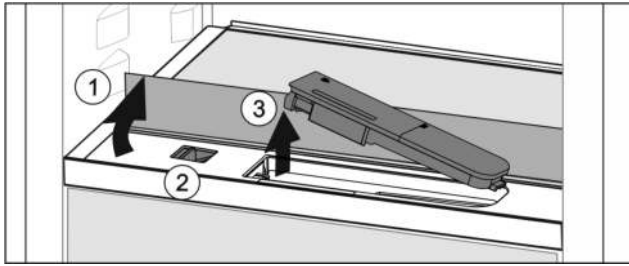

Fig. 41
- Glasplatte anheben und bis zum Anschlag nach hinten klappen Fig. 41 (1).
- Schieber Fig. 41 (2) nach links schieben.
- Wassertank entnehmen Fig. 41 (3).